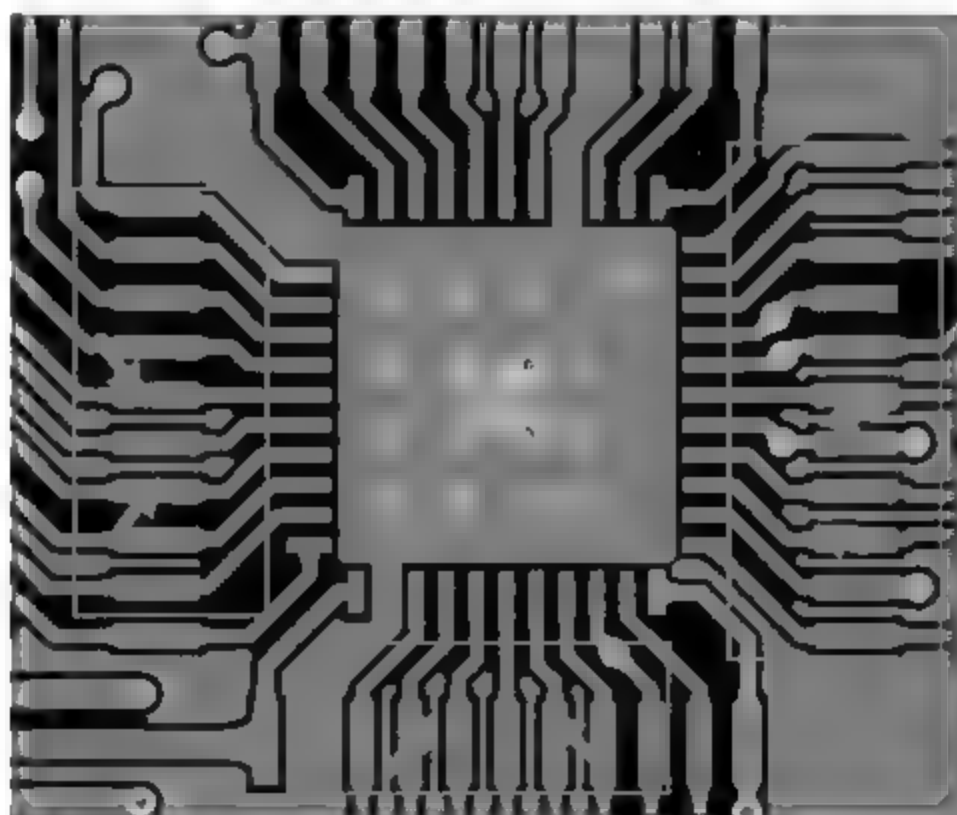

图 8-74 铜皮灌铜情况
30. 铺铜的时候总会有些铜皮灌进元件焊盘之间,如图 8-74 所示。如何设置来避免这种情况,或者把这些铜皮删掉?